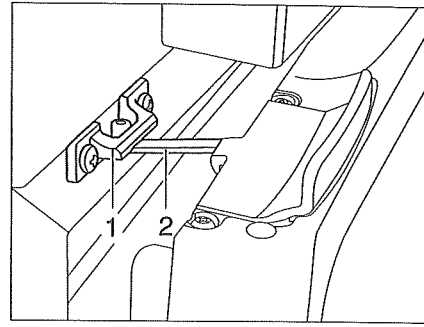

Bild 143 Kylskåpsdörr i ventilationsläge (Thetford)
■ För upp låset (Bild 143,2) och haka fast det i låsfästet (Bild 143,1). Därvid stannar kylskåpsdörren i öppet läge.